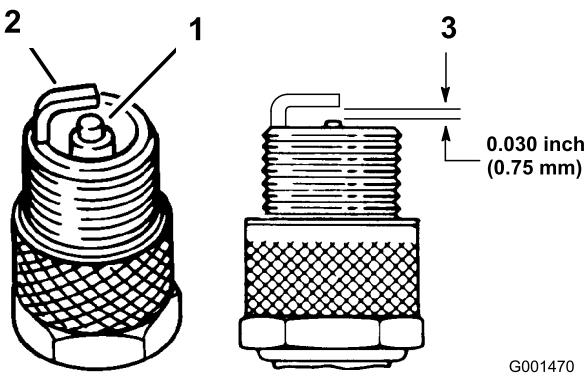

Figura 27
- Mire la parte central de las bujías (Figura 27). Si se observa un color gris o marrón claro en el aislante, el motor está funcionando correctamente. Si el aislante aparece de color negro, significa que el limpiador de aire está sucio.
- Compruebe la separación entre los electrodos central y lateral (Figura 27). Si la distancia no es correcta, doble el electrodo lateral (Figura 27).
- Conecte los cables a las bujías (Figura 27).